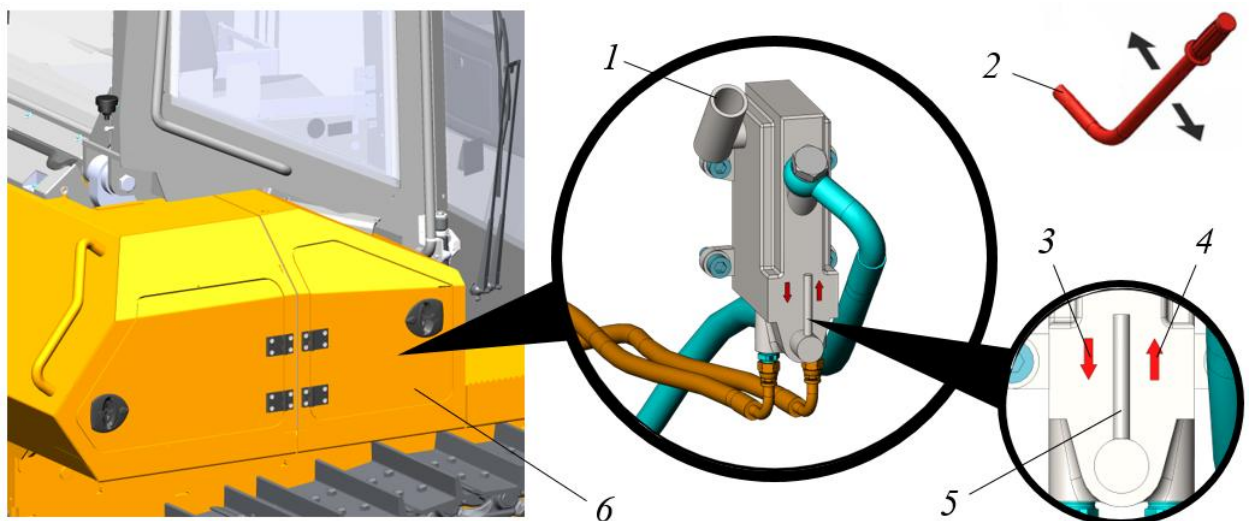
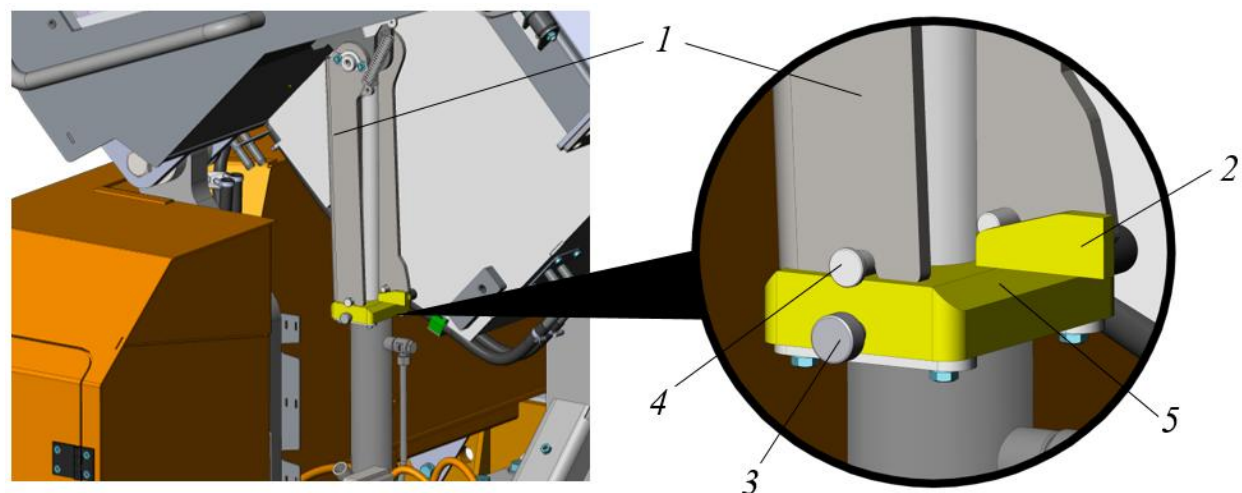

Рисунок 3.39. Насос подъема кабины
Рисунок 3.41. Процедура подъема кабины оператора
- ▶ Открыть дверцу ящика 6, где расположен насос подъема кабины, рис. 3.39.
- Раскрутить (ослабить) фиксатор 3 и за флажок 2 повернуть блокиратор по часовой стрелке на 90 град., снова закрутить фиксатор 3. Флажок блокиратора 2 должен занять позицию как показано на рис. 3.41.
- Переместить флажок 5 на насосе в направление вниз поз. 3, рис. 3.39.
- Качая рычагом 2 (рис. 3.39) вверх и вниз опустить опору блокиратора поз. 1 до совмещения с блокиратором 5 (рис. 3.41). При этом, выемка на опоре блокиратора должна совместиться с фиксирующей втулкой поз. 4, рис. 3.41.
- Извлечь съемный рычаг 2 из держателя насоса поз. 1, рис. 3.39.